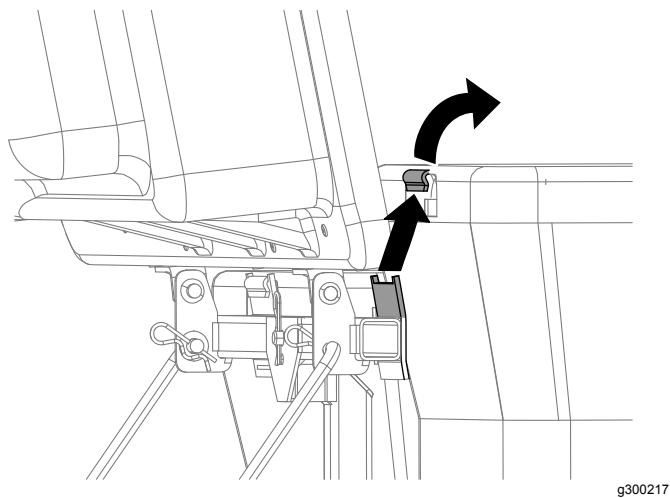

**Figura 25**
- Alzate il coperchio del sistema di raccolta per aprirlo (Figura 25).